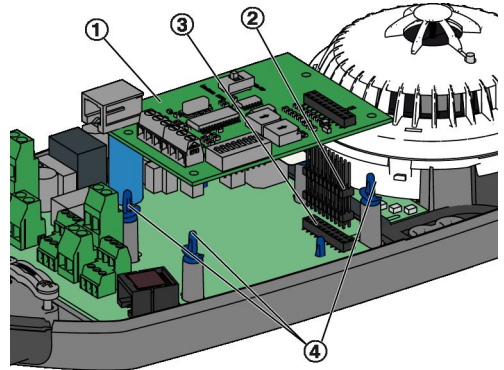

Abb. 18: Erweiterungsmodul einstecken
1. ▶ Stiftleiste (Abb. 18/2) mit der kurzen Stiftseite in die Buchse (Abb. 18/3) auf dem Mainboard einstecken.
2. ▶ Das Erweiterungsmodul (Abb. 18/1) auf die Stiftleiste stecken und an den vier Befestigungspunkten (Abb. 18/4) festdrücken.